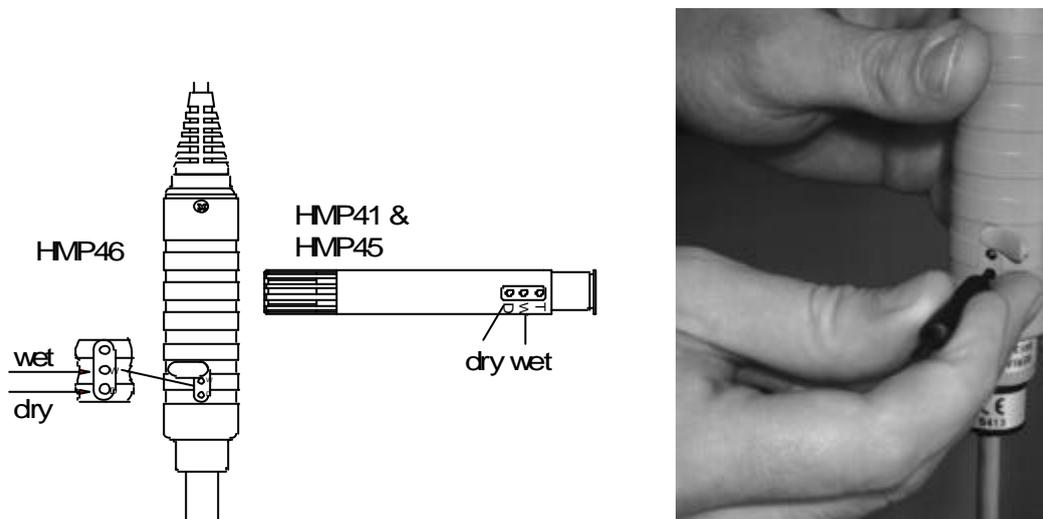

Figure 5.1.1 Localisation des potentiomètres d'ajustage
Le calibrage d'humidité de la sonde se fait, de préférence, en réglant les potentiomètres d'ajustage. Ceux-ci sont logés sous un capuchon protecteur. Le potentiomètre repéré T (température) est réservé aux réglages usine; NE PAS l'ajuster! Pour vous assurer que ce potentiomètre n'est pas accidentellement touché lors du réglage des deux autres, tournez le capuchon de plastique sur le côté sans l'enlever complètement (voir figure 5.1.1).
- Attendez que la valeur d'humidité mesurée se stabilise (approx. 30 minutes). Relevez la température et reportez-vous à la table de calibrage pour déterminer la valeur d'humidité la plus proche. Réglez la mesure de l'extrémité sèche à l'aide du potentiomètre D (dry = sec) sur le corps de la sonde, de sorte à ce qu'elle corresponde à la valeur donnée par la table de calibrage; utilisez un outil adéquat (voir figure 5.1.1).